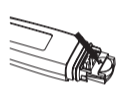

Figura 4
3. Estrarre delicatamente il circuito stampato con l'allungamento della batteria per circa 1 cm (poco meno di 1/2"). (Vedi Figura 4)